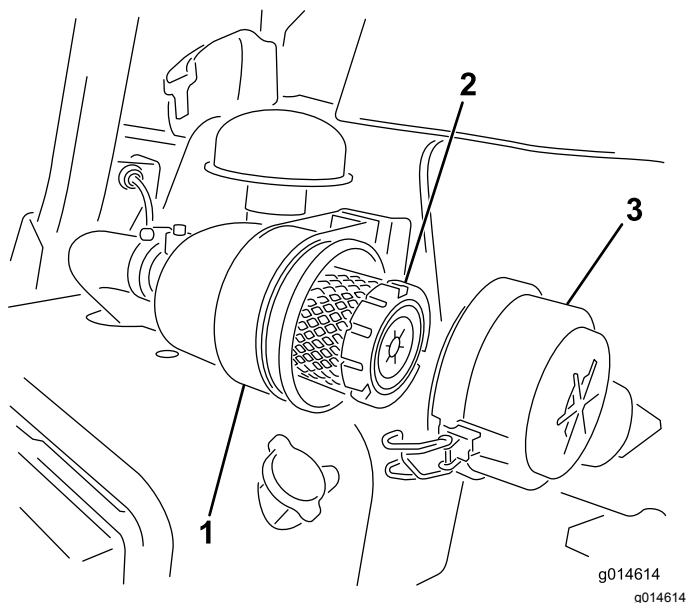

Bild 42
1. Lösen Sie die Laschen, mit denen die Abdeckung am Luftfilterkörper befestigt ist (Bild 42).
6. Befestigen Sie die Laschen (Bild 42).